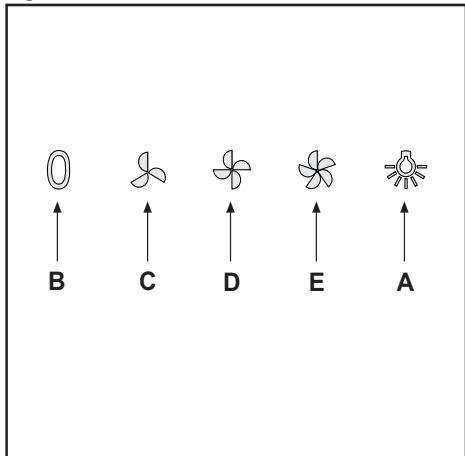

Fig.9
**• COMANDI:**(Fig.9) **MECCANICI** la simbologia è di seguito riportata: